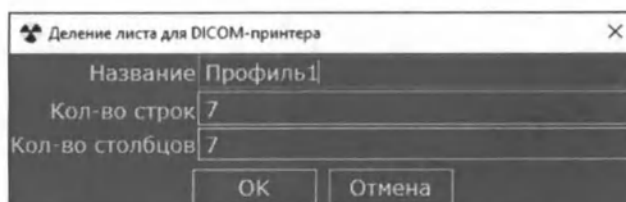

Рис. 154 Деление листа для DICOM-принтера
- Откроется окно «Деление листа для DICOM-принтера» (Рис. 154 Деление листа для DICOM-принтера);